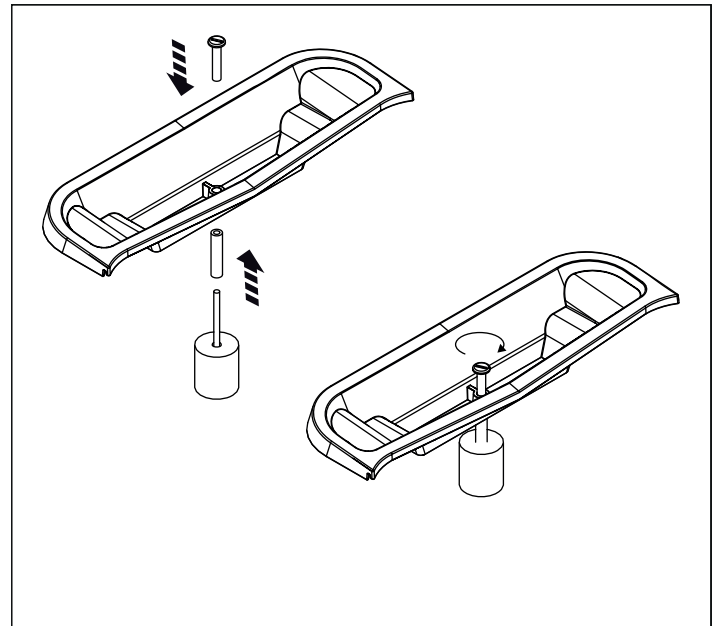

Abbildung 13: Befestigung des Schwimmers
11. Befestigen Sie den Schwimmer an dem Deckel, indem Sie die obere Schraube fest in das Gewinde schrauben. Vergessen Sie nicht den Abstandhalter an der Unterseite (siehe Abb. 13)